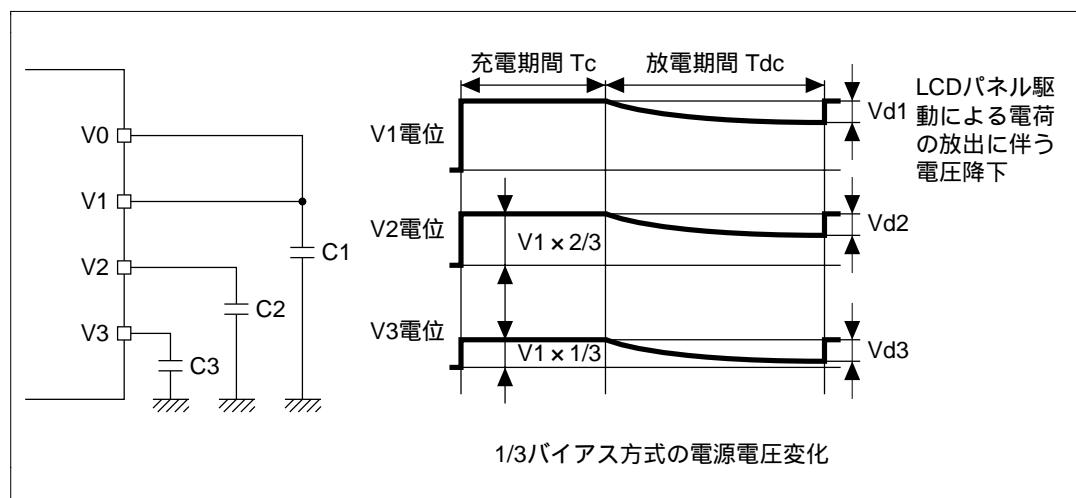

図 13.14 低消費電力 LCD 駆動方式動作例
1. 図 13.14 に示すように、LCD 電源端子の $V1$ 、 $V2$ 、 $V3$ にコンデンサを外付回路として接続します。
2. $V1$ 、 $V2$ 、 $V3$ に接続されたコンデンサは図 13.14 に示すような周期で充電と放電を繰り返し、電位を保持します。
1. 図中の充電期間 T_c の間、 $V1$ 、 $V2$ 、 $V3$ 端子には図 13.14 に示すような電位 ($V2$ は $V1$ の 3 分の 2、 $V3$ は $V1$ の 3 分の 1 の電位) が内蔵分割抵抗により分圧され、外付コンデンサの $C1$ 、 $C2$ 、 $C3$ を充電します。この期間も LCD パネルは駆動されています。
4. このようにして V1、V2、V3 に接続されたコンデンサは図 13.14 に示すような周期で充電と放電を繰り返し、電位を保持しながら LCD パネルを駆動続けます。